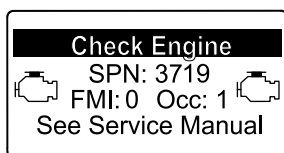

図 52
- リカバリ再生が必要になると、インフォセンターにエンジン警告 SPN 3719, FMI 16 (図 52) が表示され、エンジン出力が 85% にダウンします。